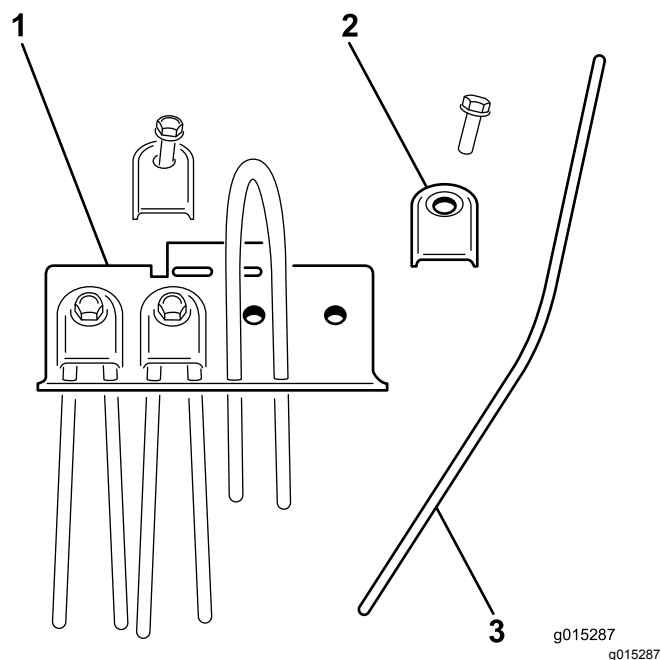

**Figura 27**
2. Retire el perno y la contratuerca de 1 extremo de la varilla del rastrillo (Figura 27).